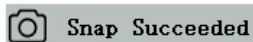

Figure 3-2
- l'écran affiche "Snap Succeeded", ce qui signifie que la photo a été prise avec succès. Ceci est illustré à la figure 3-2.